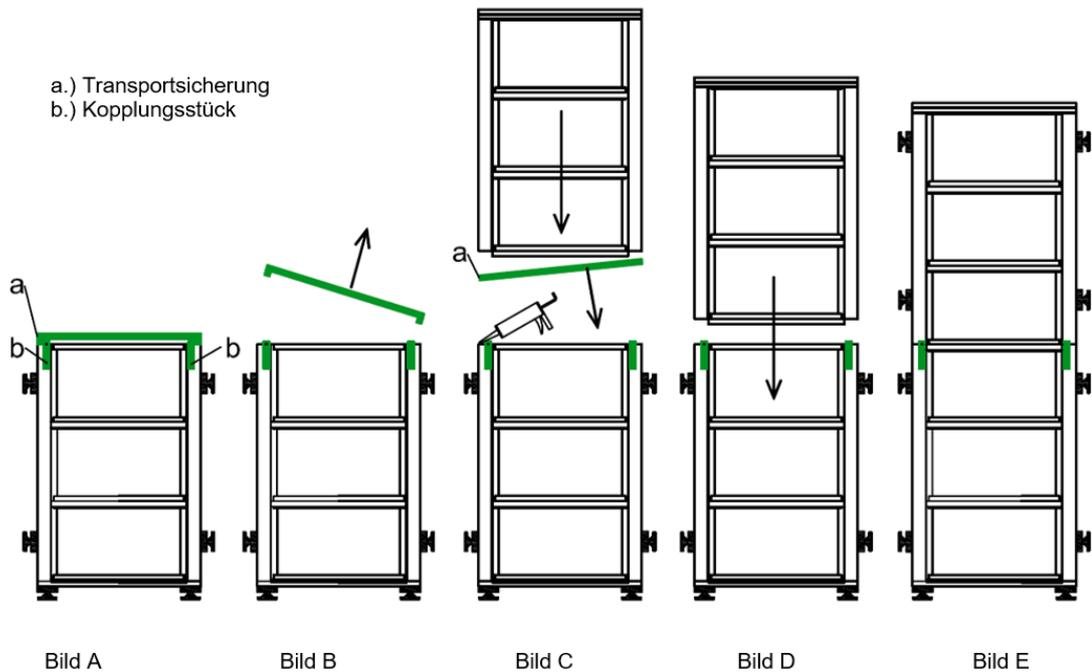

Abb. 23 Zusammensetzen höhengeteilter Elemente
- An den Kopplungsstücken Silikonnaht ziehen (Abb. 23, Bild C)
- Transportsicherung am oberen Elementteil abnehmen (Abb. 23, Bild C)
- Oberes Elementteil auf unteres Elementteil aufsetzen. Mit Hilfe der Kopplungsstücke wird das obere Element passgenau auf das untere in Position gebracht (Abb. 23, Bild D)
- Oberes Elementteil verklotzen, ausrichten und sichern (Abb. 23, Bild E)